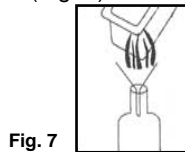

Fig. 7
1. Vérifiez que l'huile a refroidi (après environ 2 heures), puis videz l'huile du réservoir dans une bouteille ou un autre récipient. (Fig. 7)